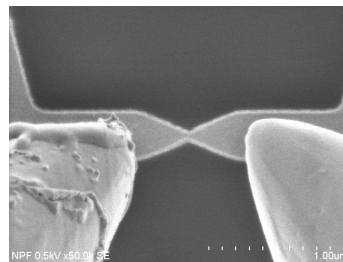

Fig. 1 The measurement pattern by Nano Probe.
本報告では、Fig. 1 に示すような、極細の Au 電極の作製及び出来栄を確認するための抵抗測定について、記述する。
- (1) 他施設で作製した 4 インチパターン付ウエハに、真空蒸着装置をもちいて、Au/Cr 膜を成膜した。
- (2) そのウエハをリフトオフし、Fig. 1 のような Au 電極を作製した。
- (3) ナノプローバーで測定できるように、5 mm 角ぐらいに、サンプルを小さくし、I-V 測定を行った。